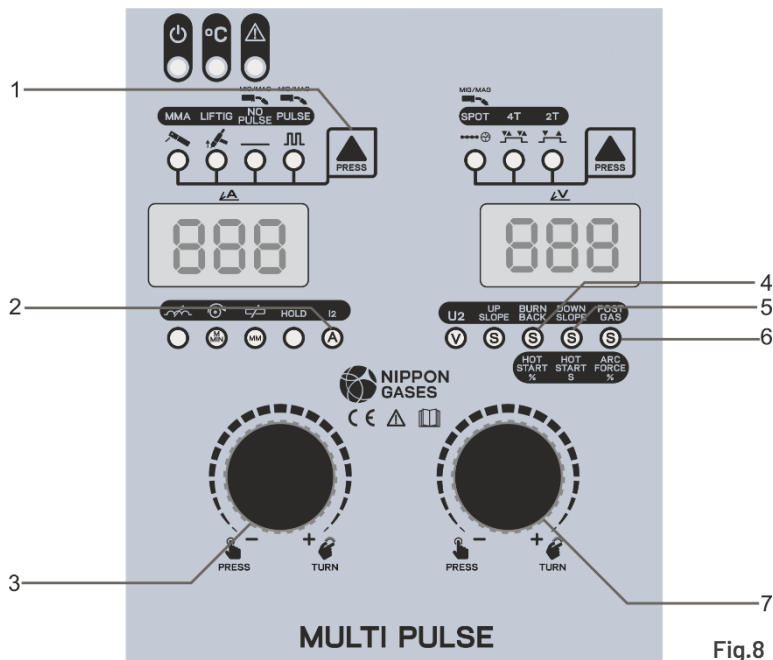

Fig.8
- Selecione soldadura MMA (eléctrodo revestido), pulsando a tecla 1 (Fig.8) até o led MMA acender.
- Regular a corrente de soldadura (2 - Fig.8) através do botão esquerdo 3 (Fig.8). Durante a soldadura, este parâmetro está continuamente activo (girando o botão 3 (Fig. 8), regula-se a corrente de soldadura.
- Regular a percentagem de Hot Start - Para melhorar a ignição do arco, ajustar a percentagem de hot start em relação com a corrente principal, pulsando o botão direito 7 (Fig.8) até acender o led 4 (Fig.8) e girando o mesmo botão.
- Regular o tempo de Hot Start - Para melhorar a ignição do arco, ajustar o tempo de hot start em segundos, pulsando o botão direito 7 (Fig.8) até acender o led 5 (Fig.8) e girando o mesmo botão.
pulsando o botão direito 7 (Fig.8) até acender o led 6 (Fig.8) e girando o mesmo botão. Pode desativar a função ARC FORCE girando o botão 7 (Fig.8) para a esquerda até que o display digital direito mostre OFF.